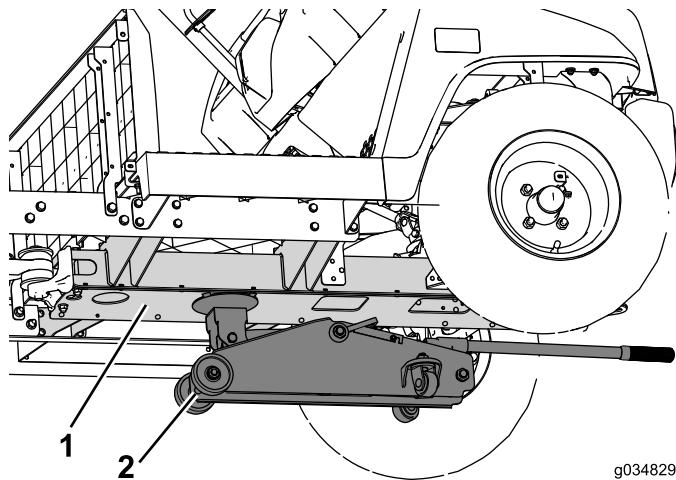

Figura 15
- Coloque un gato de suelo debajo del perfil central para apoyar la parte delantera de la máquina (Figura 15).